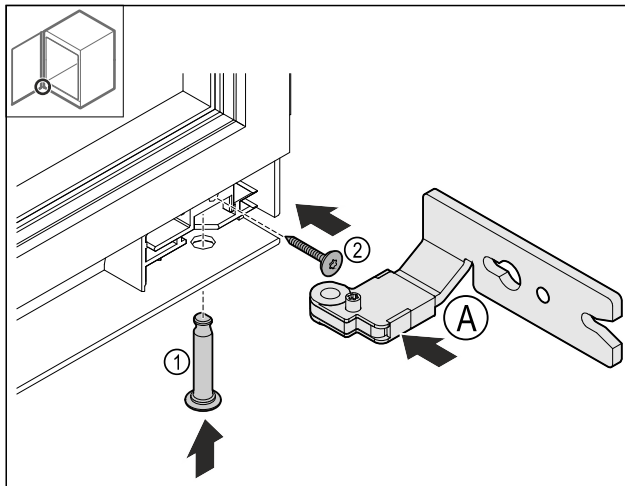

Fig. 28
- Unteres Scharnier Fig. 28 (A) einsetzen.
- Bolzen Fig. 28 (1) einstecken und festhalten.
- Schraube Fig. 28 (2) festdrehen.